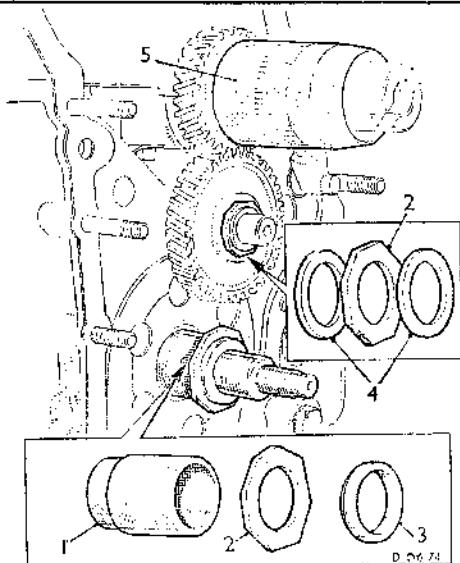

Fig. Aa.17.
- (32) Montar el adaptador de la Herramienta 18G 1089 A sobre el eje primario para cortar una arandela dentada parafinada y montar ésta con la Herramienta 18G 1089/1 en el eje primario (véase Fig. Aa.17).
- (33) Realizar los puntos (25) y (26).
- (34) Acoplar una nueva junta para el cárter del convertidor y asegurarse de que NO hay suplementos pegados al cojinete del engranaje primario. Lubricar el labio del retén de aceite, remontar el cárter y apretarlo al par dado en los "DATOS GENERALES". La tuerca del eje primario no debe estar montada.